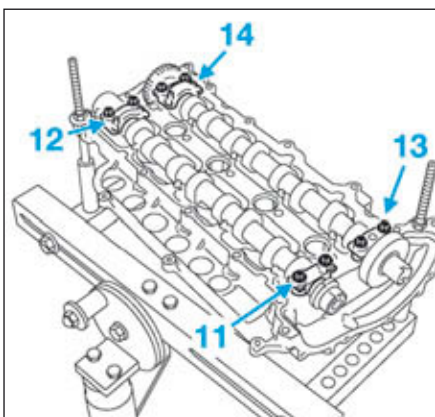

FIG.31
- Reposer (Fig.31) :
- le chapeau (11) de palier d'arbre à cames (marquage pièce: ADM1),
- le chapeau (12) de palier d'arbre à cames (marquage pièce: ADM2),
- le chapeau (13) de palier d'arbre à cames (marquage pièce: ECH1),
- le chapeau (14) de palier d'arbre à cames (marquage pièce: ECH2).